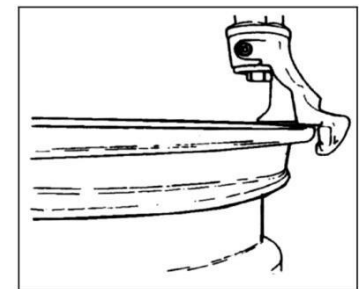

Fig 9
Monter felgbeskytteren på maskinens høyre side. Se fig 9/A
- Press pedal H for å tilte søylen forover. Monterings hode skal være 2 mm fra felgen for å unngå riper på felgen. (Fig9) Trykk på knappen på låsespaken for å låse.